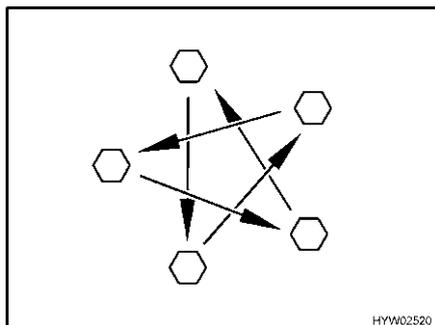

Bild 206 Radmuttern oder Radschrauben über Kreuz anziehen
- Radmuttern oder Radschrauben regelmäßig auf festen Sitz prüfen. Radmuttern oder Radschrauben eines ausgewechselten Rades nach 50 km über Kreuz nachziehen (Bild 206). Anziehdrehmoment siehe Abschnitt 13.5.2.
- ▷ Radmuttern oder Radschrauben über Kreuz anziehen (Bild 206).